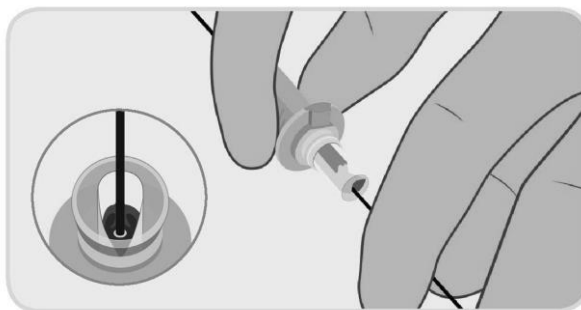

Figura 7. Carga del alambre guía en la cánula del dispositivo.
- a. Use solución salina no heparinizada para lubricar el alambre guía durante la inserción. Inserte el alambre guía en el implante dentro de la cánula de carga, figura 7. Siga insertando el alambre guía hasta que sobresalga por la parte trasera del mango del dispositivo de cierre PerQseal®. Sostenga la vaina introductora PerQseal® formando un ángulo bajo respecto al eje longitudinal de la arteria (p. ej., 20°) y mantenga la vaina introductora lo más recta posible, para evitar que se doble.
- Nota 2: Durante la inserción, sujete solamente la parte posterior de la cánula de carga como se indica en la figura 7.*